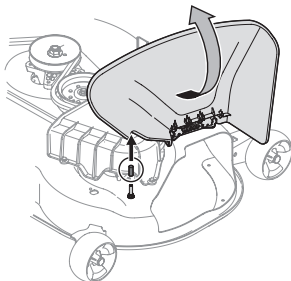

Figura 9
1. Haga pivotar el deflector del canal hacia arriba y quite la cubierta protectora de la clavija que se encuentra en la superficie de la plataforma. Vea la Figura 9.